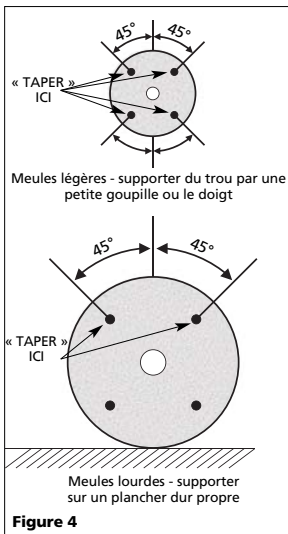

Figure 4
6. S'assurer que la meule qu'on veut monter comme remplacement n'a aucun endroit fissuré, écaillé ou défectueux. Monter la meule sur une tige ou un crayon à travers l'alésage central et frapper le côté de la meule (en positions indiquées dans la figure 4) délicatement avec un accessoire léger, non métallique comme la poignée d'un tournevis. Une meule en bon état produira un son clair. Si elle est fissurée, il y aura un son mort ou mat sans clarté. La meule ne doit pas être utilisée si elle est endommagée.